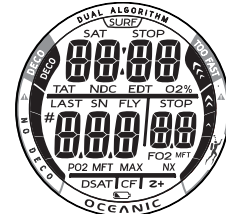

Fig. 9 - DIAGNOSTICA
- L'unità entra in Modalità diagnostica (Fig. 9); la schermata visualizza tutti i segmenti dello schermo come degli 8, seguiti da trattini (- -), quindi un conto alla rovescia da 9 a 0, un controllo di schermo e tensione batteria per verificare che tutti i valori rientrino nei limiti consentiti e che tutte le funzioni funzionino correttamente.